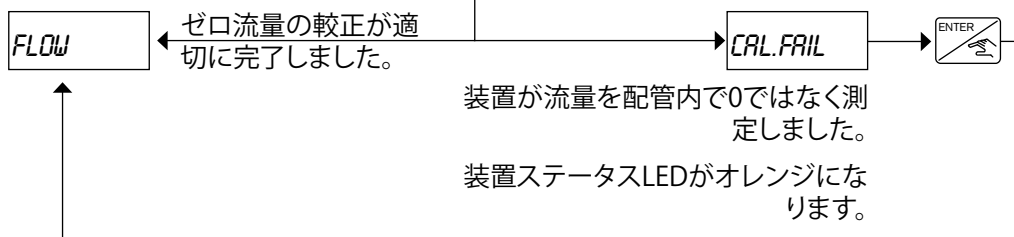

図 54: テストメニューの機能「CALIB 0」によるゼロ流量校正
- または、テストメニューのこの機能を使って実施します。図 54を参照。